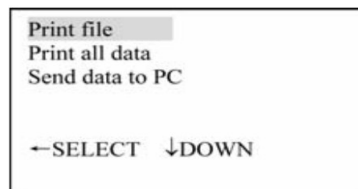

Abbildung 41
- Bewegen Sie den Cursor mithilfe der „↑“ oder „↓“-Taste auf „Print file“ (Datei drucken), wie in Abbildung 41 dargestellt.